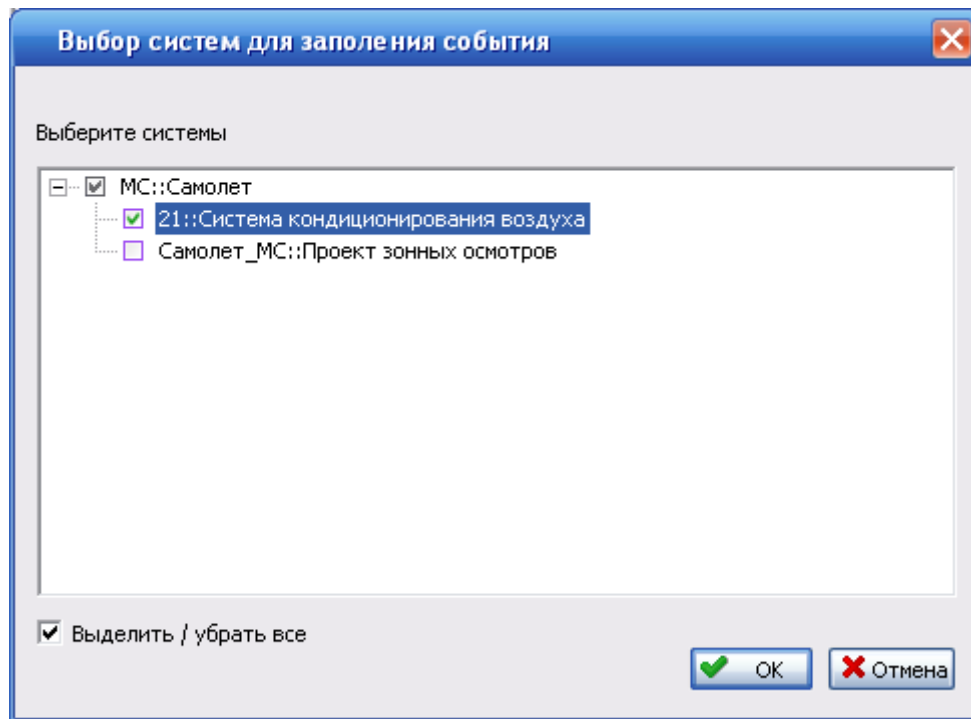

Рис. 21-5
- В поле **Система** выберите систему, работы MSG-3, задачи и процедуры обслуживания которой нужно связать с событием. Для этого нажмите на кнопку , затем в появившемся окне поставьте флаг напротив нужной системы и нажмите на кнопку **ОК** (рис. 21-5).